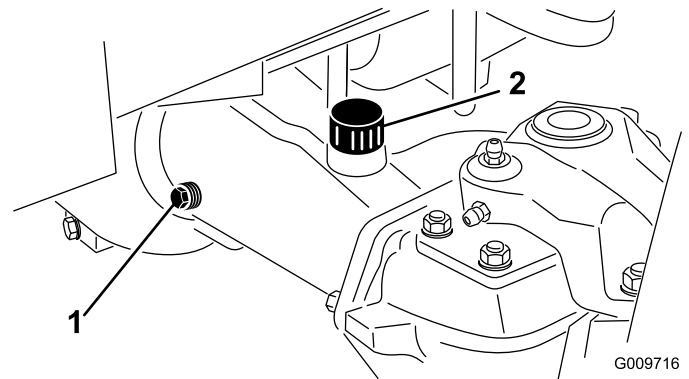

Figura 71
2. Togliete il tappo di controllo da un'estremità del ponte (Figura 71) e verificate che il lubrificante raggiunga la base del foro. Se il livello è basso, togliete il tappo di riempimento (Figura 71) e rabboccate con lubrificante finché non raggiunge la base del foro del tappo di controllo.